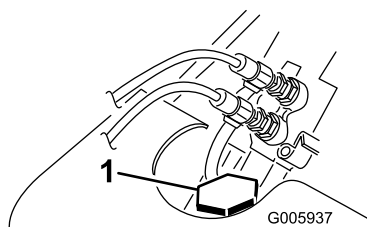

Figure 14
3. Enlevez le bouchon de remplissage du radiateur et vérifiez le niveau du liquide de refroidissement (Figure 14).